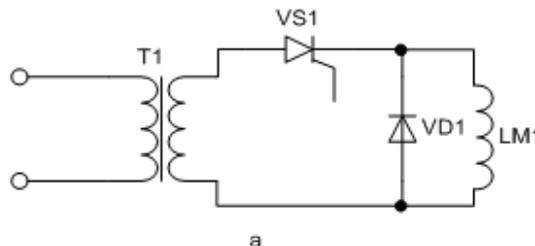

Рисунок 1. Вариант схемы УВ
Рассчитать каскад транзисторного усилителя напряжения, принципиальная схема которого изображена на рис. 1. Данные для расчета приведены в табл. 1.
**а** – однофазный однополупериодный управляемый выпрямитель с нулевым диодом. (Рисунок 1а );